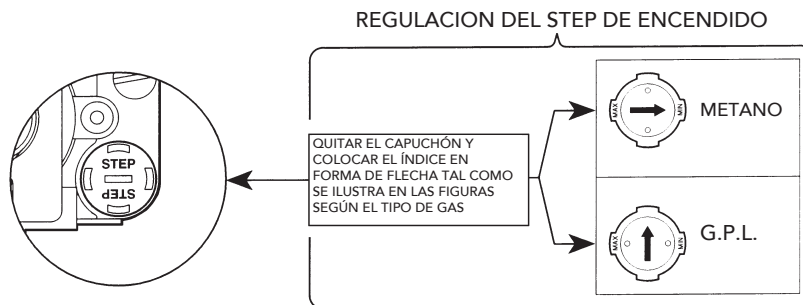

Fig. 8
- 2 Quitar el pequeño capuchón de protección 3 (fig. 8) de la válvula de gas. Con un pequeño destornillador, regular el "STEP" de encendido para el gas deseado (G20-G25 o G30-G31) y volver a poner el capuchón.